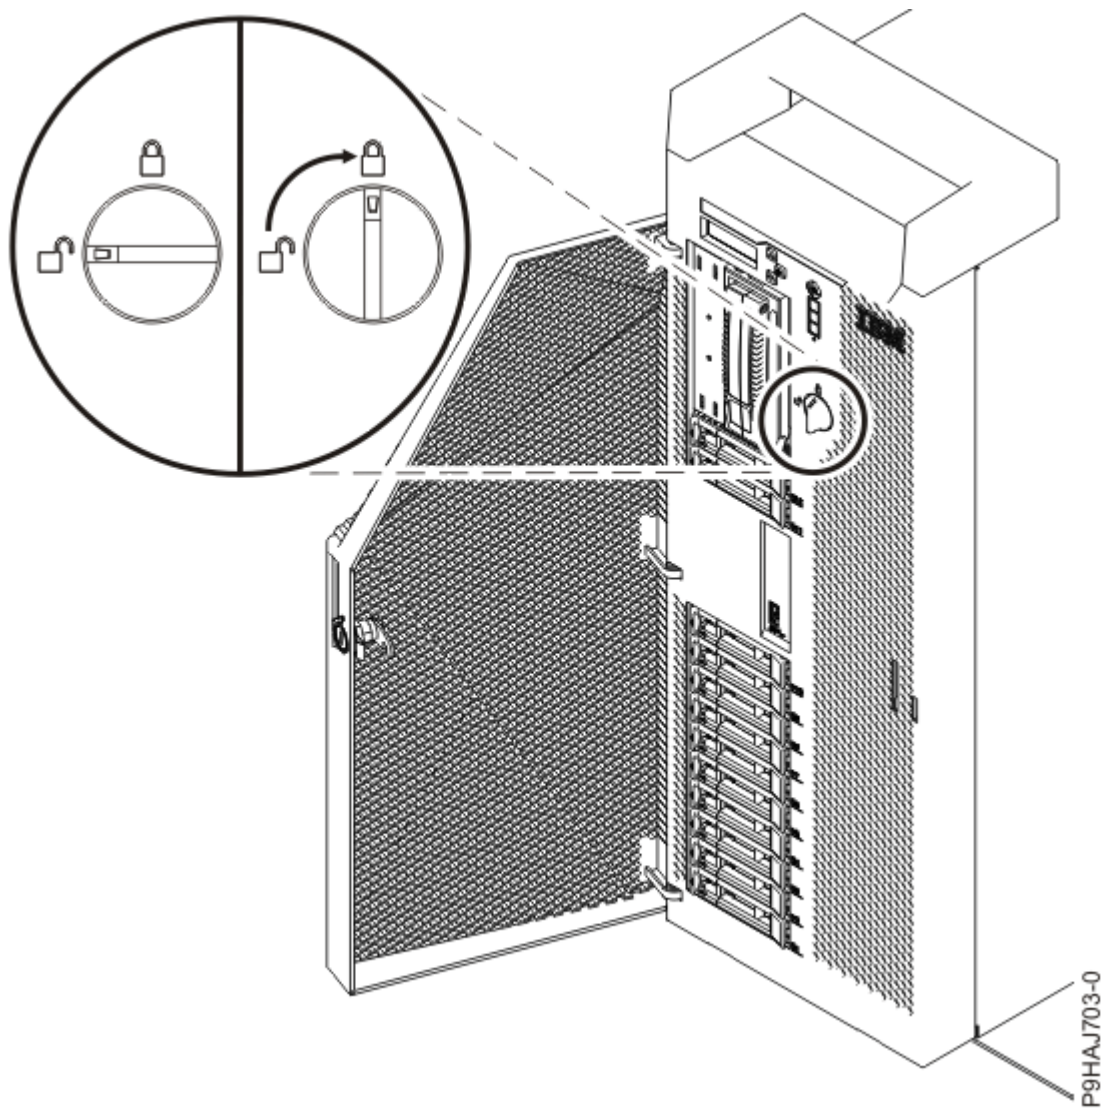

図 90. 前面カバー・ラッチのクローズ
- d) カバー・ラッチを右 (時計回り) にひねってカバーをロックします (94 ページの図 90 を参照)。